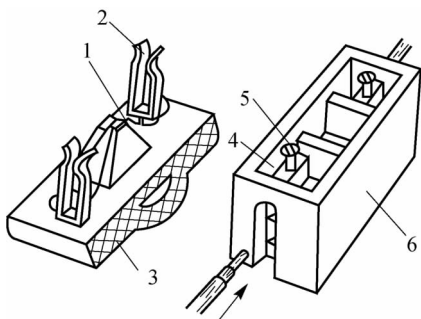

图 2-4 插入式熔断器的外形结构
(1)插入式熔断器。插入式熔断器的瓷座可以固定在电气控制板上,两端固定着接线螺钉和插接静触头,中间为空腔凹槽。瓷盖中含有熔丝固定螺钉,中间有一突起部分(熔丝线槽),突起部分与瓷座的空腔凹槽相互吻合并共同形成灭弧室,容量较大的熔断器在空腔中还垫有熄弧用的石棉编织带。插入式熔断器的外形结构如图 2-4 所示。使用时电源线与负载线分别接于瓷座的接线座上,瓷盖上装有熔丝,将瓷盖插于瓷座上,依靠熔丝将线路接通。目前在低压(380 V 及以下)配电线路末端作为电力、照明负荷的短路保护。由于受灭弧效果的限制,插入式熔断器不适合用在较大的负载中,一般只用于 100 A 以下的电路中。